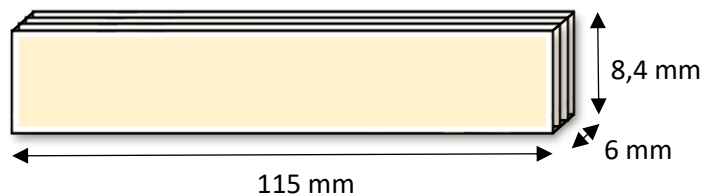

Figura 2: Exemplo de composição de barra de palitos
- As pontes deverão ser construídas com barras que possuam seções transversais **sem limite máximo de palitos de picolé** conforme a figura 2.